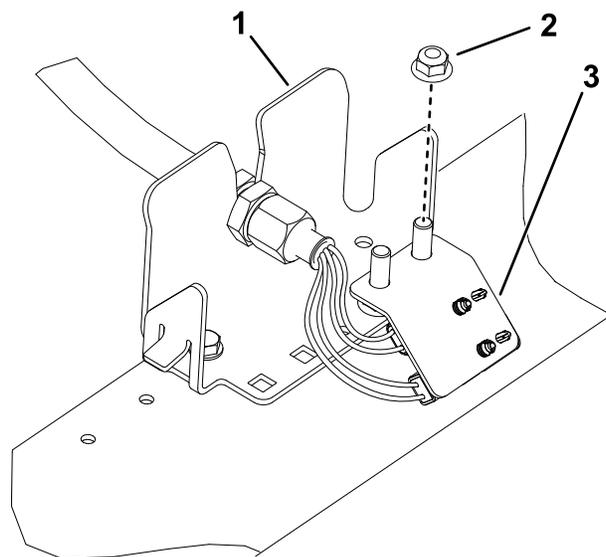
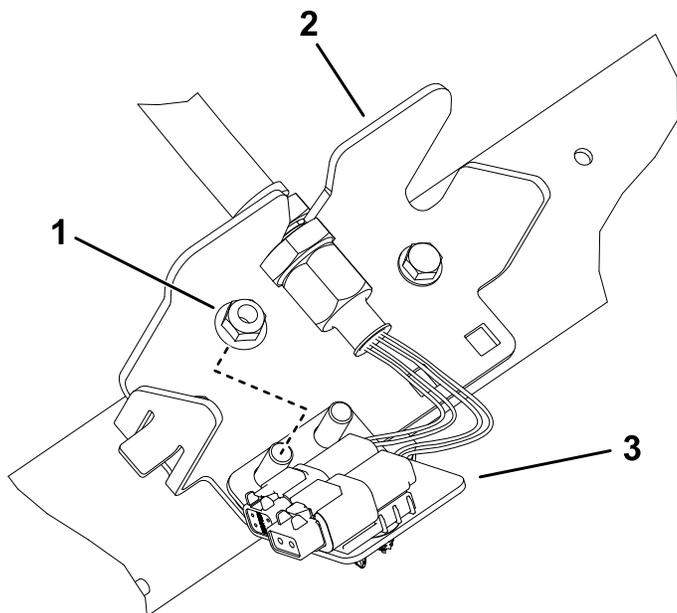

Рисунок 14
Рисунок 17
6. Повторите эти действия в остальных четырех местах перегородки, как показано на Рисунок 14–Рисунок 17.